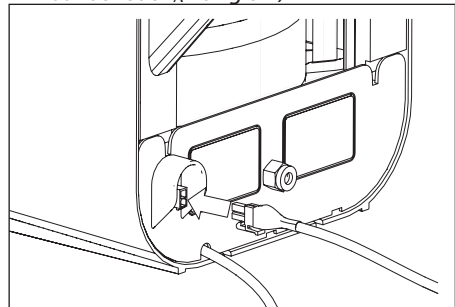

Fig. 8.4 Aansluiten draad op connector boiler
8. Sluit de draad die uit de HotSpot Titanium kookkraan komt aan op de connector aan de achterzijde van de boiler (haakje naar beneden) (zie fig 8.4).